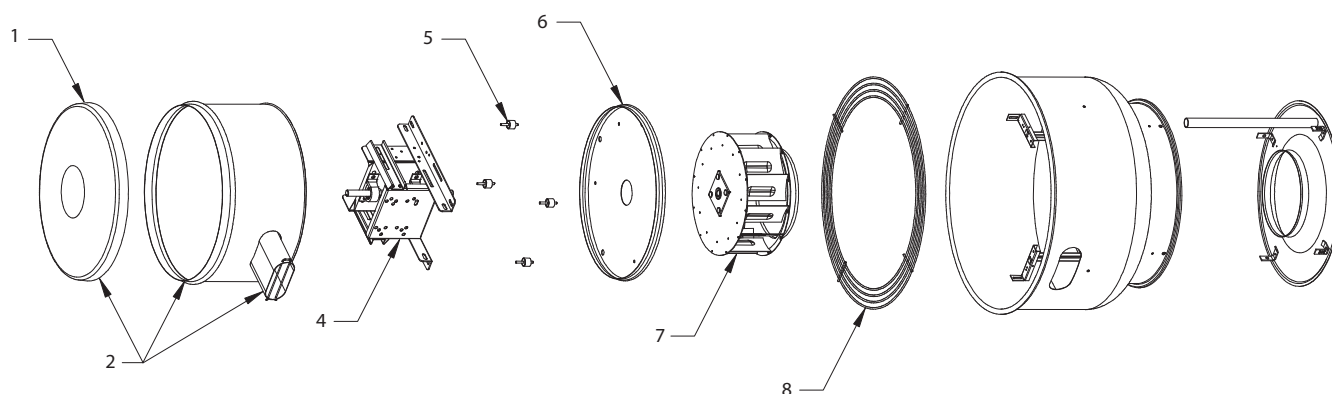

Figure 8 — Pièces de rechange pour tourelles d'extraction centrifuges murales à courroie
- Poser et câbler le sectionneur de sécurité sous le capot de ventilateur et câbler le moteur conformément au schéma de câblage. Voir Raccordement électrique, Figure 8. Câbler les commutateurs de commande au niveau du sol.